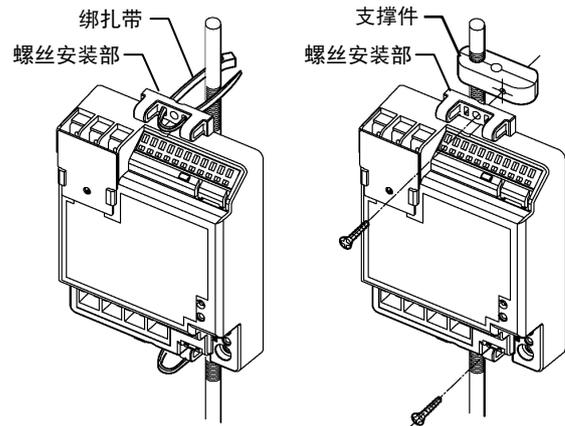

图 10. 吊环(∅9mm)的安装
- 用支撑架取代束线带也可把本产品安装在吊环上。请参考图10。